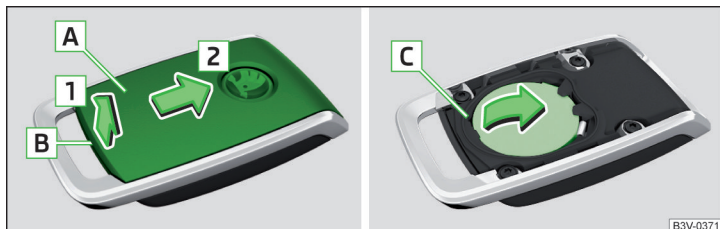

Abb. 220 Funk-Fernbedienung: Batterieabdeckung
- Mit einem dünnen Schlitzschraubendreher die Abdeckung **A** im Bereich **B** lösen » Abb. 220.